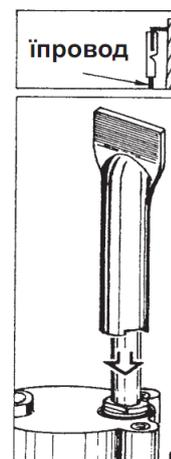

Рис.7.21
4. Смазать разъем подключения электромагнита. Никогда не сгибать провод электромагнита (рис.7.21).